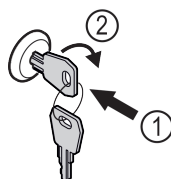

Fig. 207
- ▶ Вставьте ключ. Fig. 207 (1)
- ▶ Поверните ключ на 90° по часовой стрелке. Fig. 207 (2)